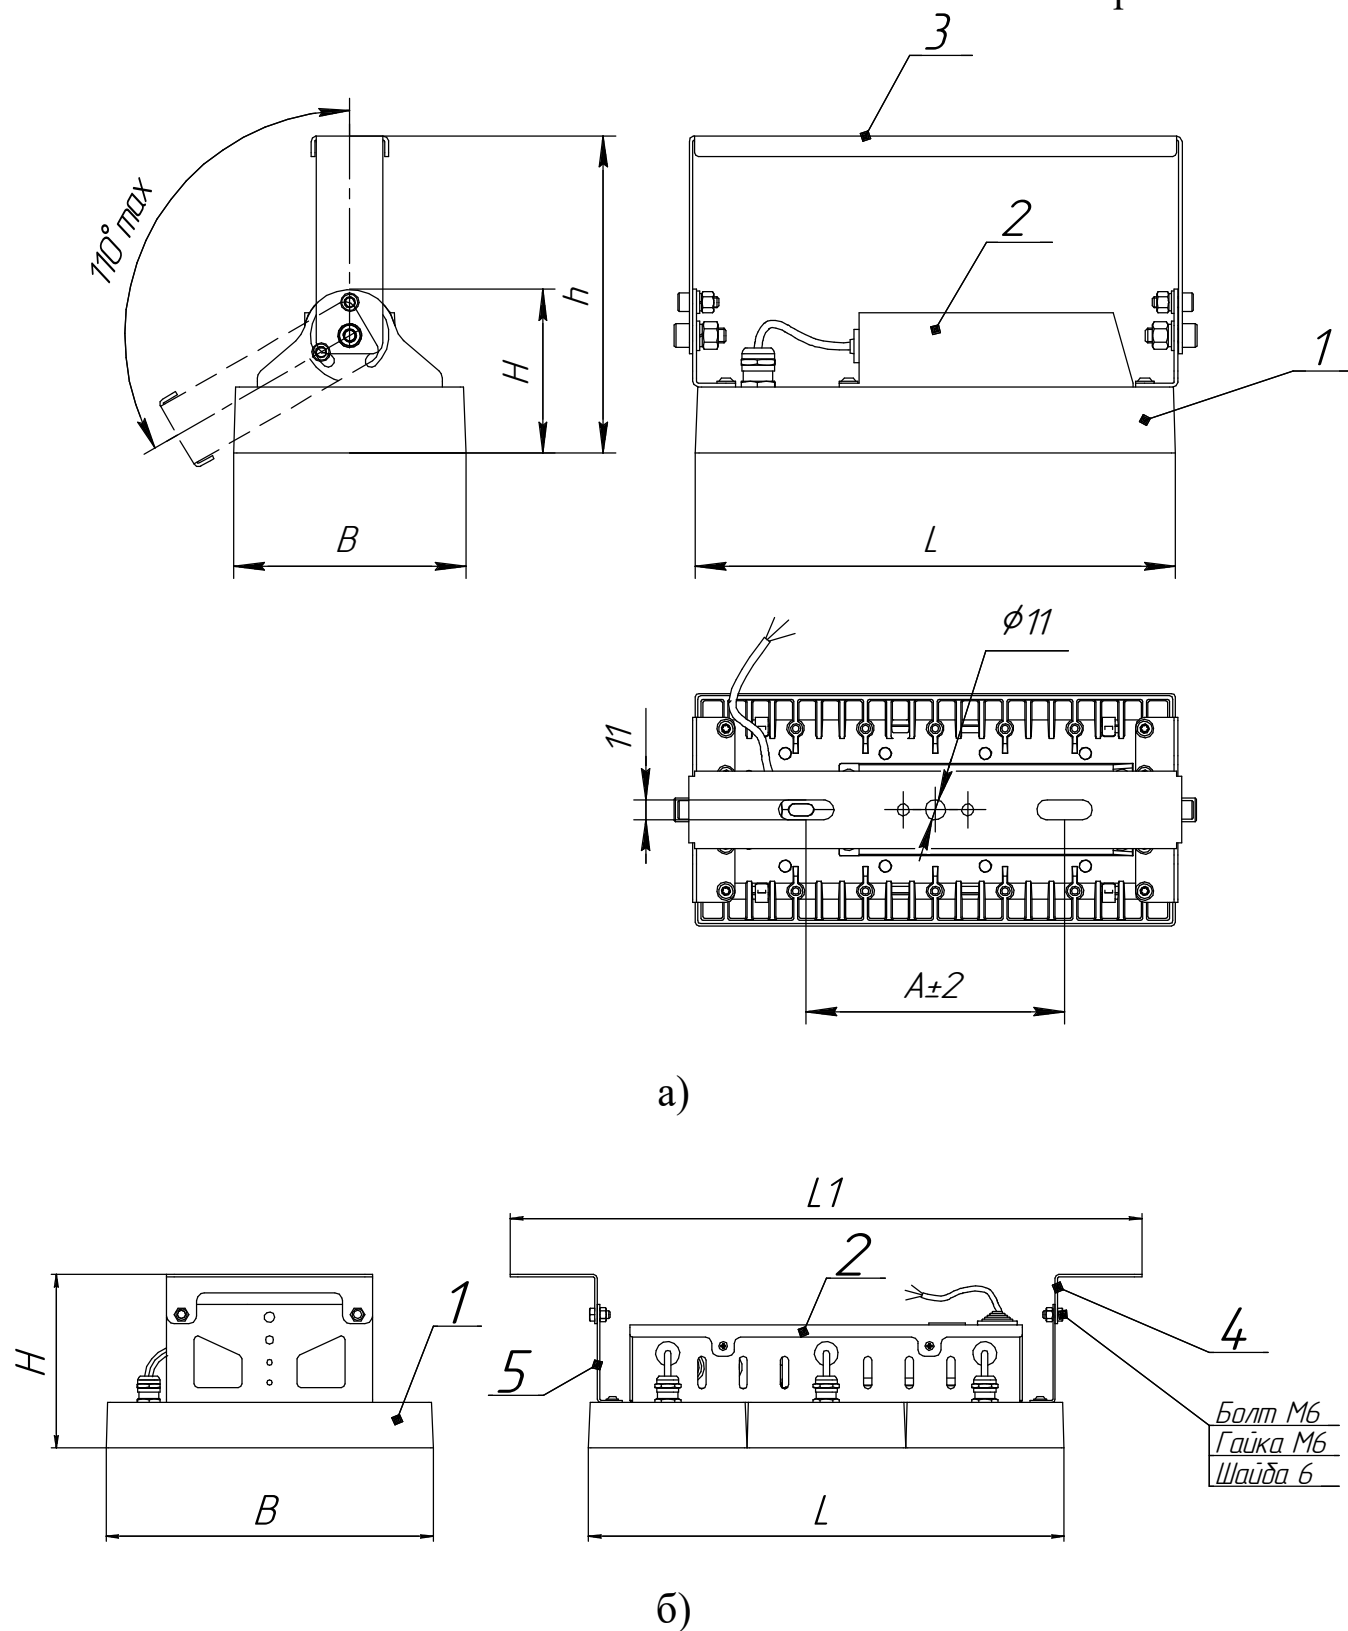

Рисунок 1 - Внешний вид и габариты
- просверлить отверстия для крепления светильника в опорной поверхности согласно размерам указанным на рис. 1б и рис. 8;